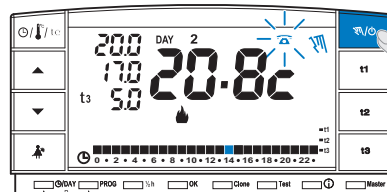

fig. 63
**Aprendo il contatto:** il cronotermostato si pone in **funzionamento manuale permanente** con temperatura **t3 Assenza** (esempio in fig. 63).